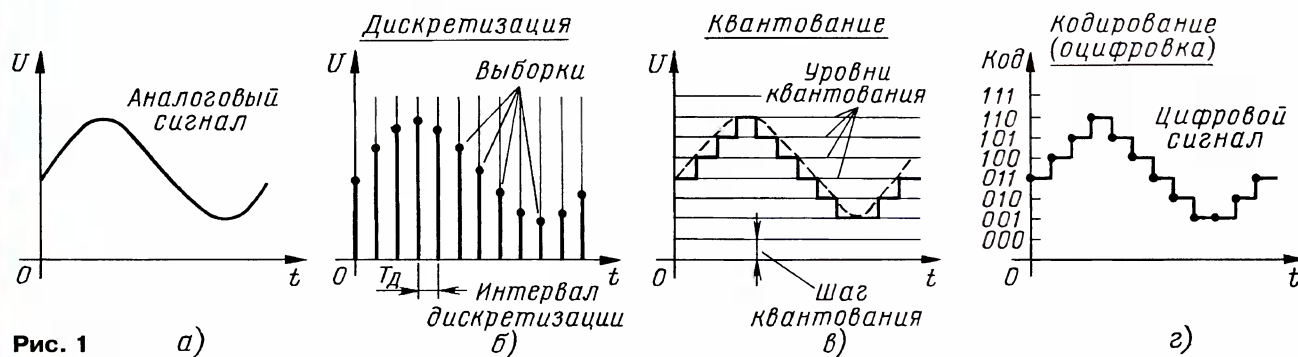

Рис. 1
1. **Дискретизацию** во времени, т. е. замену непрерывного аналогового сигнала (рис. 1,а) последовательностью его значений в дискретные моменты. Они представляют собой короткие импульсы, амплитуды которых в выделен-
ного из набора фиксированных уровней (рис. 1,в). Уровни квантования разделяют весь интервал значений отсчетов на конечное число интервалов, называемых шагами квантования. Следовательно, каждому такому уровню соответствует определенный участок значений отсчетов, а границы между этими участками называют порогами квантования.
3. **Кодирование** (оцифровку), в результате которого номер (код) найденного уровня квантования представляют в виде двоичного числа в параллельной или последовательной форме (рис. 1,г).
Следовательно, дискретизация аналогового сигнала происходит как по времени, так и по значению сигнала. "Сняв" (считав) коды по вертикальной шкале на рис. 1, г, получим последовательное представление квантованных уровней цифрового сигнала в двоичном коде. Исходная плавная синусоида превратилась в такую последовательность чисел: 011, 100, 101, 110, 101, 100, 011, 010, 001, 001, 010, 011.
ные моменты соответствуют мгновенным значениям непрерывного сигнала или соответствующей физической величины. Такие импульсы называют выборочными значениями (выборками) или отсчетами (рис. 1,б), а временной интервал T_d между отсчетами — интервалом дискретизации.